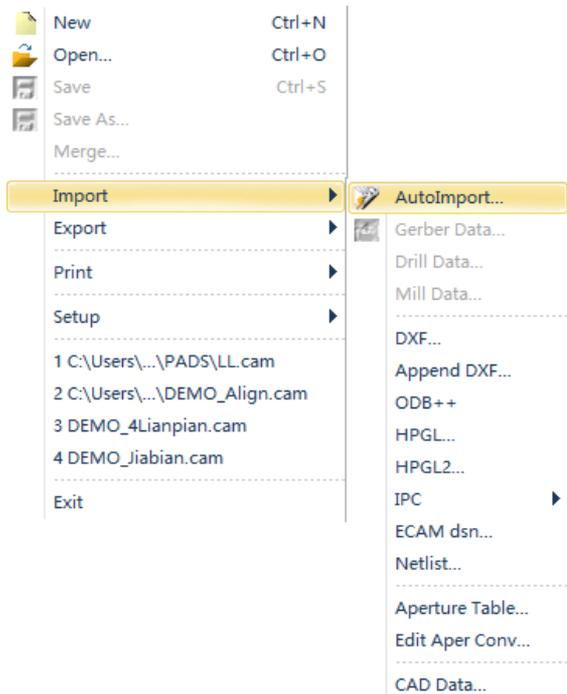

图 17-26 AutoImport 命令
(1) 在第 16 章中介绍了 CAM 文件的定义, 将定义好的文档运行后保存。下面要做的是把 CAM 文件, 即 Gerber 文件, 导入到 CAM350 中。在菜单栏中执行 File Import AutoImport 命令, 如图 17-26 所示。